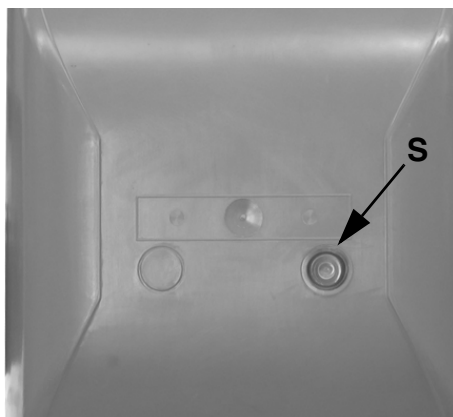

Fig. 37
- Asigurati-va ca blocul de control nu este stare de blocare , iar daca este asa, deblocati-l utilizand butonul de deblocare **S** de pe carcasa arzatorului (vezi Fig. 37).
| S | Buton reset (Fig. 37) |